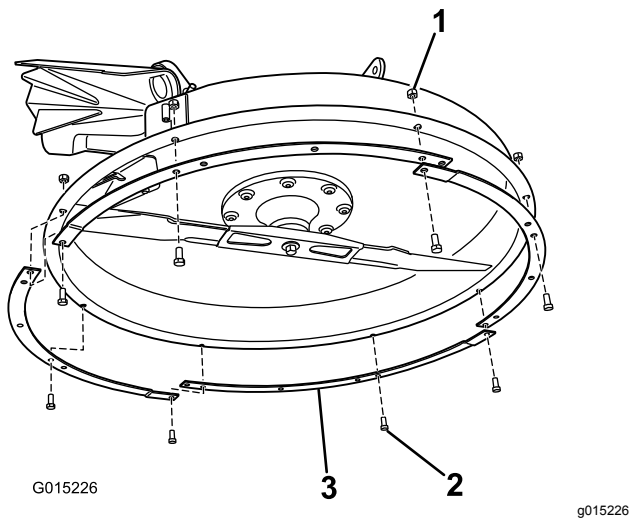

Figura 24
- Montate gli anelli del piatto a interblocchi sulla parte inferiore del piatto di taglio (Figura 24).